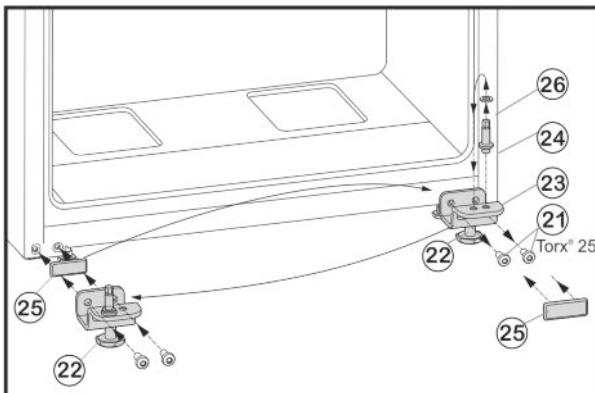

Fig. 6
- ▶ Открутите крепежные винты Fig. 6 (21).
- ▶ Снимите нижний опорный кронштейн Fig. 6 (23) вместе с опорным пальцем Fig. 6 (24), шайбой Fig. 6 (26) и регулируемой опорой Fig. 6 (22).
- ▶ Открутите опорный палец Fig. 6 (24) вместе с шайбой Fig. 6 (26) и, переставив в отверстие на противоположной стороне опорного кронштейна, снова прикрутите.
- ▶ Аккуратно снимите защитную пластины Fig. 6 (25) и переставьте ее на противоположную сторону.
- ▶ Прикрутите нижний опорный кронштейн Fig. 6 (23) вместе с опорным пальцем Fig. 6 (24), шайбой Fig. 6 (26) и регулируемой опорой Fig. 6 (22) с новой стороны шарнира (с моментом 4 Нм), при необходимости используйте аккумуляторный шуруповерт.
- ▶ Установите нижнюю дверцу сверху на опорный палец Fig. 6 (24).
- ▶ Выверните регулируемую опору Fig. 6 (22) на нижнем опорном кронштейне Fig. 6 (23) до ее соприкосновения с полом.